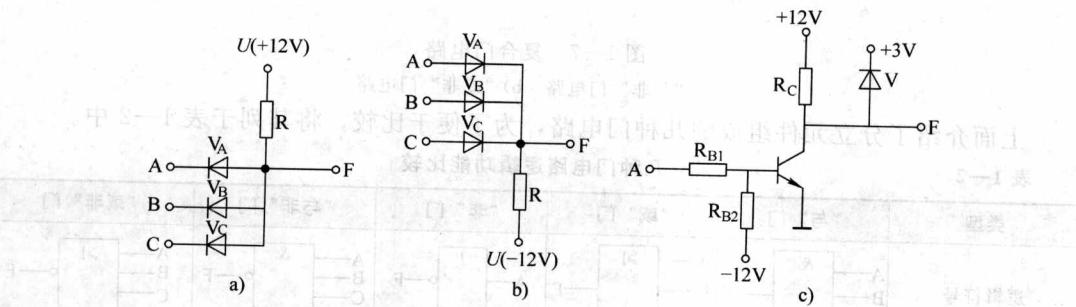

图1—6 “与”“或”“非”门电路
①二极管“与”门电路。二极管“与”门电路如图1—6a所示。当三个输入端都是高电平($A=B=C=1$)时，设三者电位都是3V，则电源 U 向这三个输入端流入电流，三只二极管均正向导通，输出端F的电位比输入端高一个正向导通压降，对锗管(此电路一般采用锗管)为0.2V，输出电压为3.2V，仍属于“3V左右”，所以 $F=1$ 。